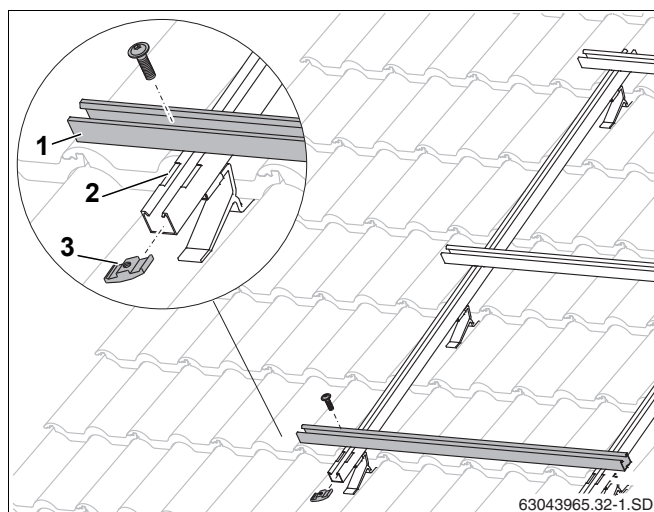

Рис. 30 Монтаж горизонтальных профильных реек
- Уложите профильные рейки (рис. 30, поз. 1) в углубления (рис. 30, поз. 2) на профиле с повышенной снеговой нагрузкой и для дальнейшего их выравнивания только слегка закрепить винтами и алюминиевыми гайками (рис. 30, поз. 3).